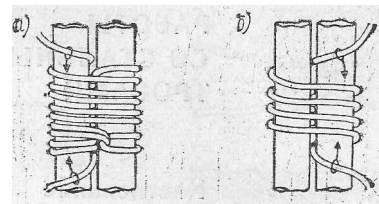

Рис. 134. Бензели из каболок.
*Полубензели из каболок*. Полубензели из каболок и еще более тонкие (из парусных нитей) накладывают нитями, сложенными вдвое (рис. 134, а). Скрепляемые тросы обвивают петлей и затем стягивают тугими шлагами вручную. Затем одной нитью делают шлаг перед другой и пробивают каждую в своем направлении между соединенными тросами, делают крыж и стягивают концы прямым узлом.
Еще проще очень маленькие бензели накладывать одинарной нитью (рис. 134, б). Нить укладывают между тросами, тросы стягивают шлагами и нити пробивают между тросами так, что ее концы встречаются. Обои концами делают крыж и связывают их в месте встречи. Узел стремятся упрятать в промежутке между тросами.